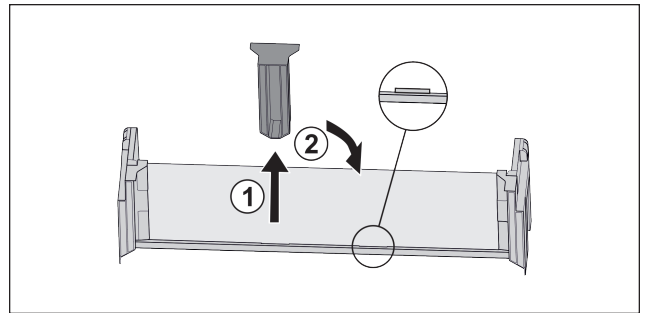

Fig. 21
- ▶ Middelste vasthouddeel lostrekken Fig. 21 (1).
- ▶ Middelste vasthouddeel in tweede positie inzetten Fig. 21 (2).